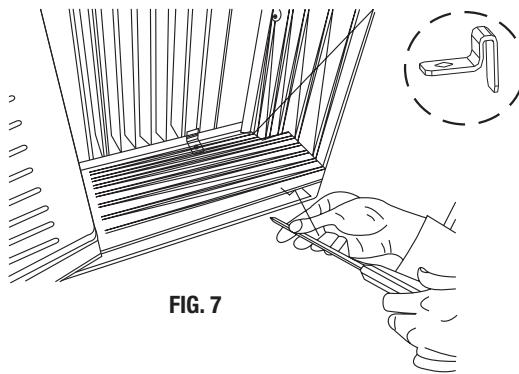

FIG. 7
- A.** Ponga el bloqueo del marco entre los paneles de acordeón del marco y el alféizar de la ventana como se muestra en la Fig. 7. Atornille tornillos de seguridad de 3/4" (19 mm) o de 1/2" (12.7 mm) a través del bloqueo del marco y dentro del alféizar.